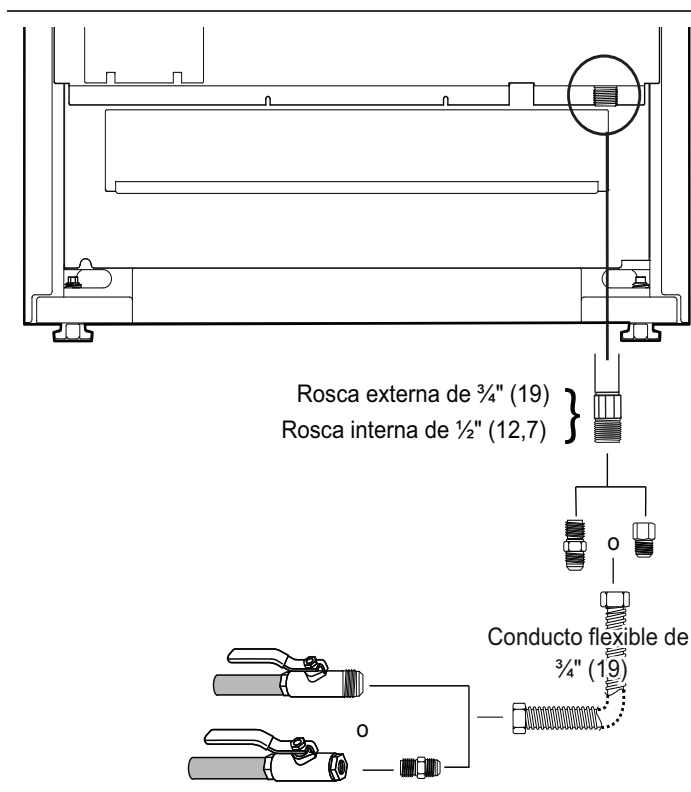

Figura 8: Conexión al suministro de gas
2. Utilice una línea flexible de 3/4 pulg. entre el suministro de gas y la línea de suministro del aparato. La línea de suministro de gas está ubicada en la parte inferior derecha de todas las estufas. (Figura 8). La línea de suministro de gas del aparato es de tipo NPT 1/2 pulg.